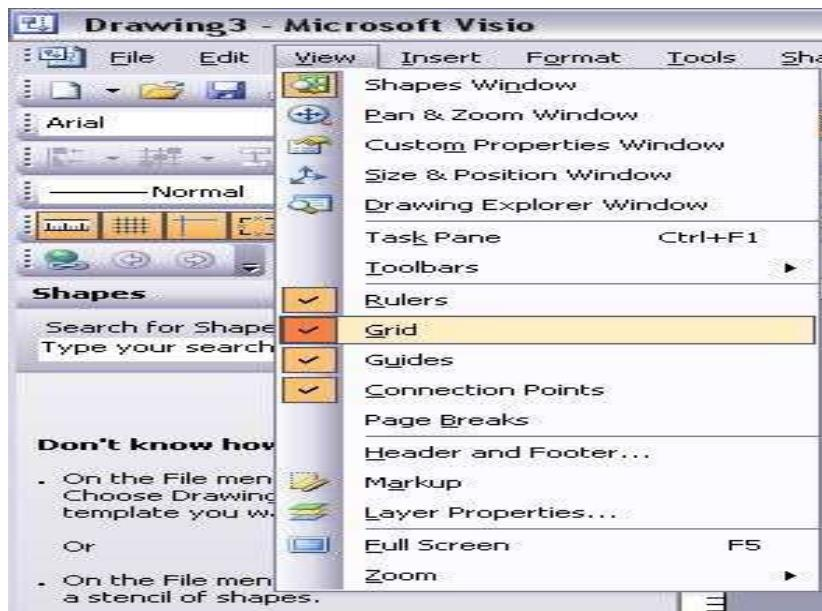

Рис. 48. Настройки в меню Вид
2. В меню **Вид** обязательно включить опции *Линейка (Rulers)* и *Сетка (Grid)*, чтобы в окне рисования Visio отображались линейки, а на странице документа была видна сетка (рис. 48).
3. Для работы с объектами программа Visio имеет более десятка панелей инструментов, две из которых автоматически отображаются при запуске – Standard (Стандартная) и Formatting (Форматирование). Для добавления дополнительных панелей инструментов пользоваться командами **View – Toolbars** (рис. 48).
18. Созданный рисунок локальной сети (близкий к образцу - рис. 48) замкнуть в круг и выполнить заливку, используя инструменты панели Drawing